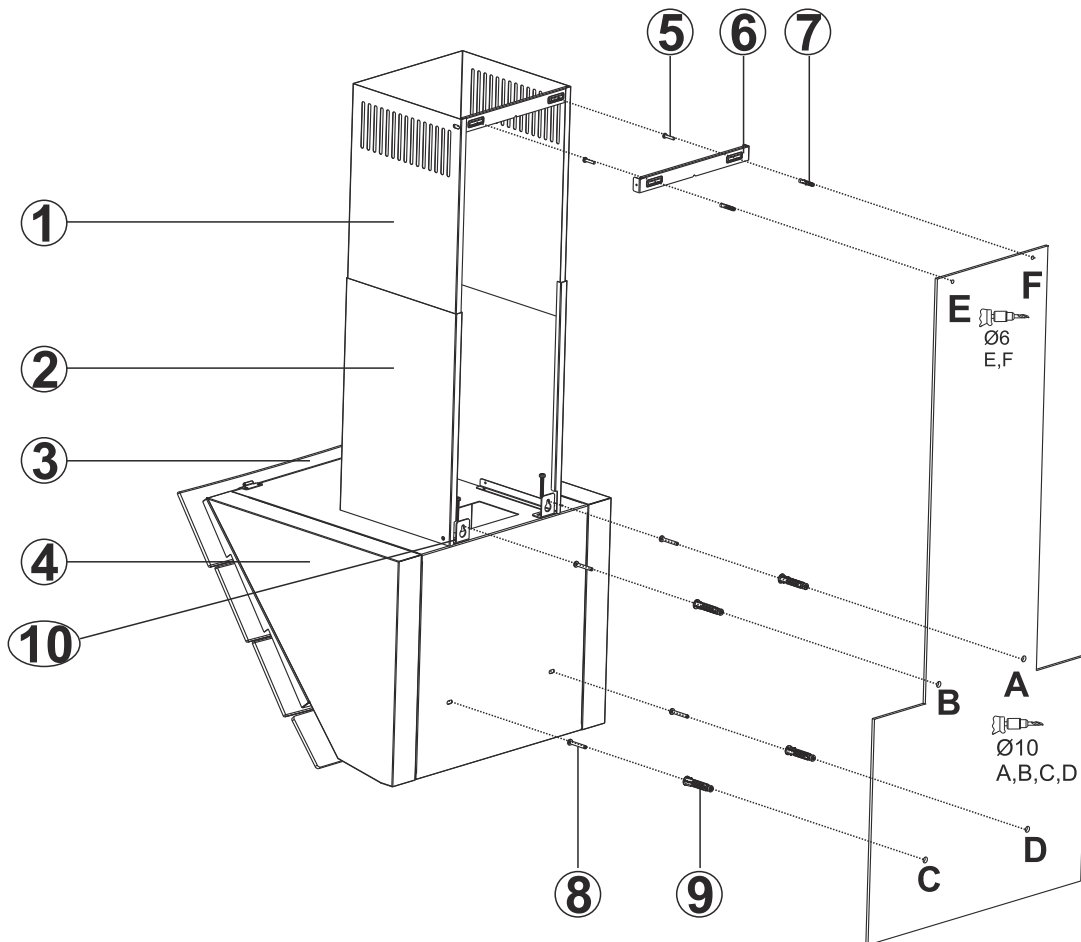

Fig. 8: MONTERING/INSTALLATION OCH DELAR
- Fäst ritningen på väggen på önskad höjd av fläkten (observera våra rekommendationer gällande höjd mellan spishäll och fläkt). Märk ut punkterna A, B, C och D (Fig. 8).
- På punkterna A, B, C och D ska det borrhast och tryckas i Ø10mm pluggar. Skruva därefter 2x5,5x60 skruvar i A och B-punkterna med ett avstånd på 5 mm mellan väggen och skruvhuvudena (Fig.8).
- Väggbeslaget till skorstenen (6) hålls helt intill väggen där det ska monteras. Därefter markeras punkterna E och F (Fig. 8).
- Borra punkterna E och F med Ø6mm borr och tryck i Ø6mm pluggar. Montera väggbeslaget till skorstenen med 3,9x22-skruvar (Fig. 8).